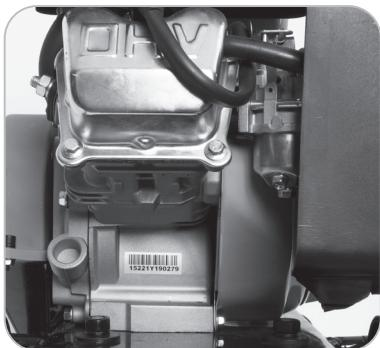

Fig. 14
- Retire el tapón de drenaje del aceite para que se pueda drenar completamente el aceite del motor. (**Fig. 14**)